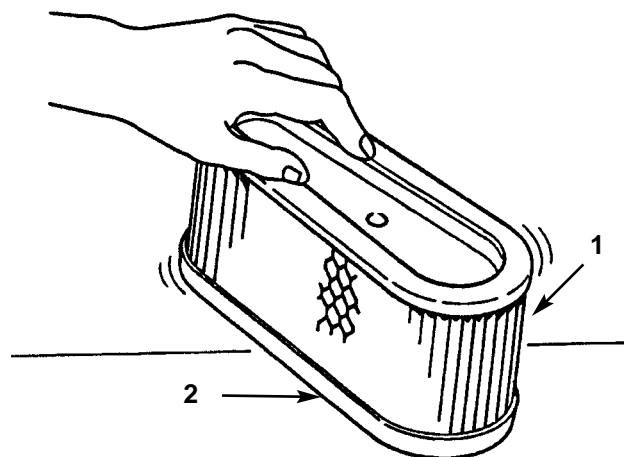

Figure 32
- A. Taper légèrement l'élément sur une surface plane pour éliminer poussière et saleté (Fig. 32).
- 7.. Verser approx. 80% de la quantité d'huile spécifiée dans le tube de remplissage (Fig. 32), puis contrôler le niveau; se reporter à la section *Contrôle du niveau d'huile*.